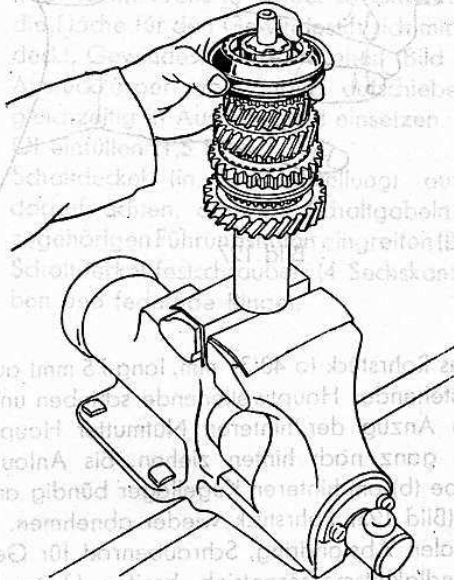

Bild 120
24. Keil (l) einlegen (vgl. Bild 119) und Gleichlaufkörper (o) (hoher Bund nach oben bzw. vorn) auf der Nutenwelle gangbar aufsetzen (Bild 120).